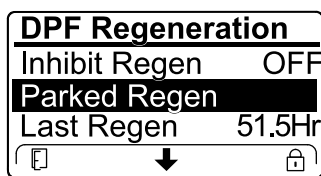

Figura 54
- Si el ordenador del motor solicita una regeneración de recuperación o si está procesando una regeneración de recuperación y se desplaza hasta la opción PARKED REGEN (Regeneración con la máquina aparcada), la regeneración con la máquina aparcada se bloquea y aparece el icono del candado (Figura 54) en la esquina inferior derecha del InfoCenter.